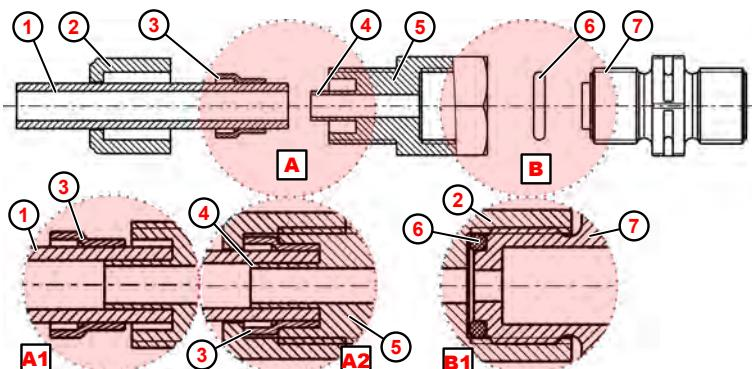

Fig. 7: Raccord de conduit et flexible avec douille d'appui intégrée
1. Placer le joint torique (Fig. 7 , ⑥) dans la rainure de la soupape d'aspiration ou de refoulement ⑦ .
2. Serrer le raccord à visser ⑤ (détail ⑧).
3. Couper droit le flexible ① .
4. Enfiler l'écrou-raccord ② sur le flexible ① .
5. Enfiler l'anneau de serrage ③ sur le flexible ① .
6. Pousser le flexible ① jusqu'en butée sur la douille d'appui ④ (détail : ⑨).
7. Serrer le raccord à visser ⑤ (détail ⑩).